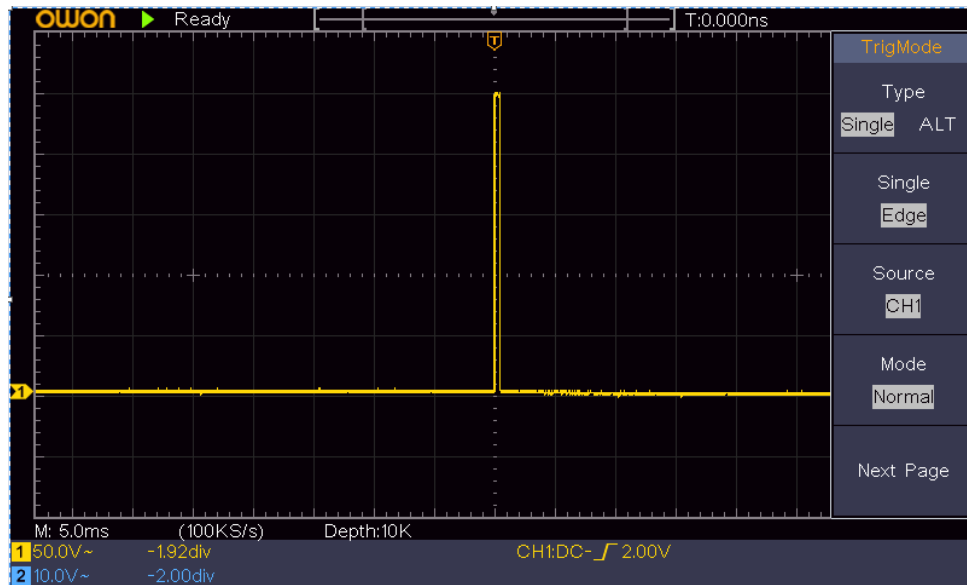

Figure 6-3 非周期的な信号の観測
- (5) **Acquire**を押してアキュイジション・メニューを開きます。
- (6) 右メニューで**Acqu Mode**に **Peak Detect** を選択します。
- (7) **トリガMenu**を押してトリガ・メニューを開きます。
- (8) 右メニューで**Type**に **Single** を選択します。
- (9) 右メニューで**Single**に **Edge** を選択します。
- (10) 右メニューで**Source**に **CH1** を選択します。
- (11) 右メニューで**Mode**に **Single** を選択します。
- (12) 右メニューで**Next Page**を押して、右メニューで**Coupling**に **DC** を選択します。
- (13) 右メニューで**Slope**に （立ち上がり）を選択します。
- (14) **トリガ・レベル・ノブ**を回して、トリガ・レベルを信号のおおよそ50%のレベルに調整します。
- (15) 画面上部のトリガ状態表示を確認し、Readyでない場合は、**Run/Stop**ボタンを押して波形取り込みを開始し、トリガが発生するのを待ちます。信号が設定されたトリガ・レベルに達すると、1つの波形が取り込まれて画面に表示されます。この手法で、ランダムなパルスを簡単に取り込むことができます。例えば、高振幅のバースト・ノイズを見つけたい場合は、トリガ・レベルを平均信号レベルよりも高い値に設定し、**Run/Stop**ボタンを押してトリガを待ちます。ノイズが発生すると、波形を取り込みます。**水平軸Positionノブ**を回すと、水平トリガ・ポジションを左右に調整することができ、ノイズが発生する前あるいは後の波形を簡単に観察できます。（Figure 6-3）
- (16) トリガ条件を見つけることができたなら、トリガ・モードをNormalに設定すれば、トリガ条件を満たす場合のみ波形を連続して取り込み、Singleに設定すれば、トリガ条件を満たした後に1つの波形を取り込んで波形取り込みを停止します。